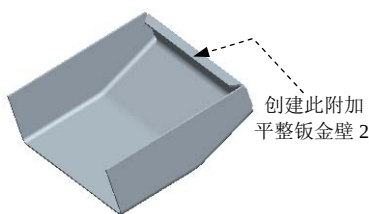
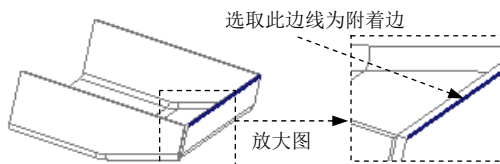

图 11.12.23 平整特征 2
图 11.12.24 定义附着边
Step10. 创建图 11.12.23 所示的附加钣金壁平整特征 2。
- (1) 单击 **模型** 功能选项卡 **形状** 区域中的“平整”按钮 .
- (2) 在系统  选择一个边连到壁上 的提示下，选取图 11.12.24 所示的模型边线为附着边。